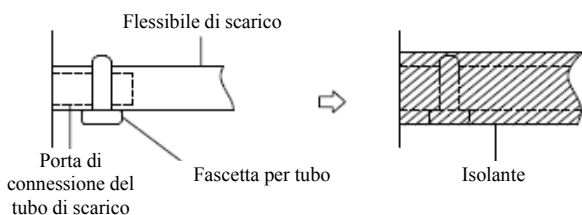

Fig. 6.1
2. Fissa la bocca del flessibile di scarico al tubo d'uscita dell'unità. Fodera la bocca del flessibile e fissala saldamente con una fascetta per tubi. (Fig 6.1)